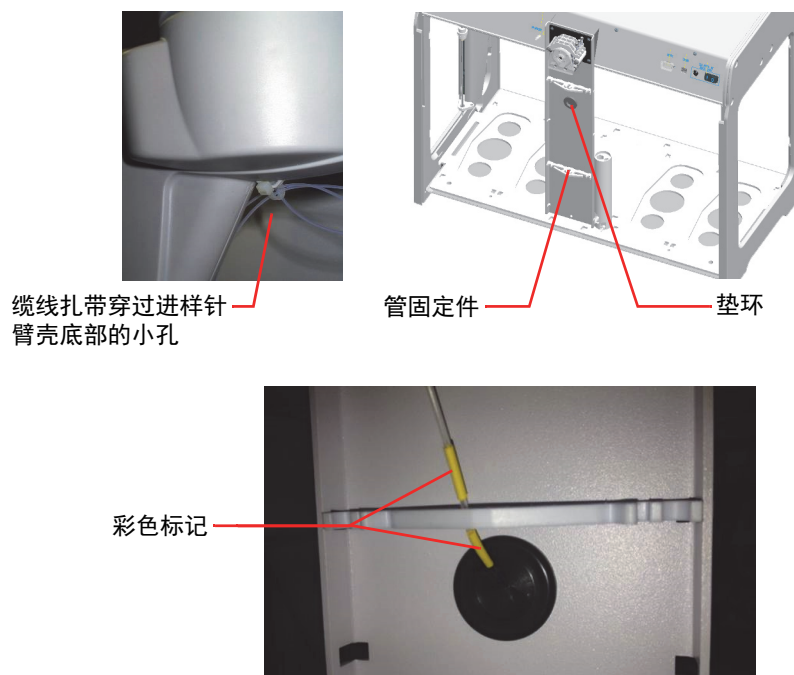

图 14 穿过样品管
- 8 使从进样针伸出的样品管通过进样针臂壳的左侧。使用碳纤维材质的进样针时，不要将样品管穿过 Z 轴滑块顶部的卡勾（或管卡）。将缆线扎带连接至进样针臂罩板底面的小孔，留出大约 10 毫米的圆圈。按照图 14 中所示，将样品管穿过缆线扎带的圆圈中。
9 按照图 14 中所示，将样品管穿过冲洗泵管道导管中央的橡胶垫环，然后将样品管插入管固定件的卡位处，使其位于管道上的彩色标记之间。样品管上的标记用于决定从进样针到自动进样器出口的样品管的最佳参考长度。以下列出的是进样针管上的标记的颜色。